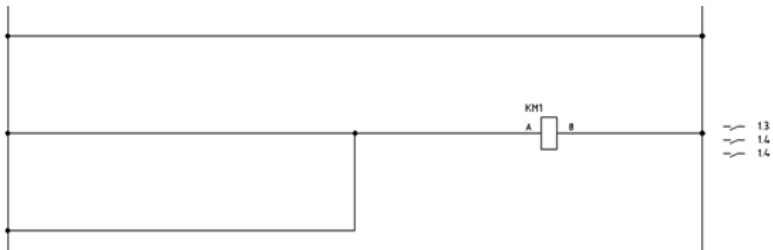

Рисунок 5.7 - Відображення на кресленні котушки магнітного пускача
12. Натисніть **ОК**. У з'явилися вікнах натисніть **ОК** (рис. 5.7).